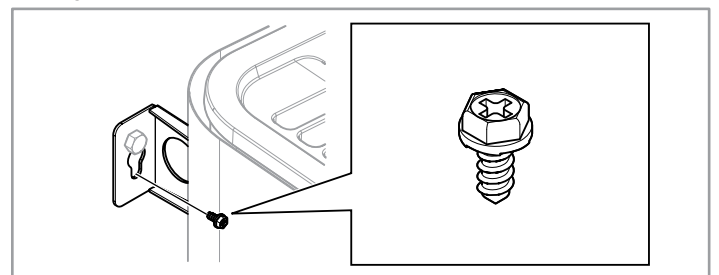

Fig. 14 : Vis de fixation du support
12. Immobiliser le poêle au moyen de la vis de fixation, voir la figure 14.